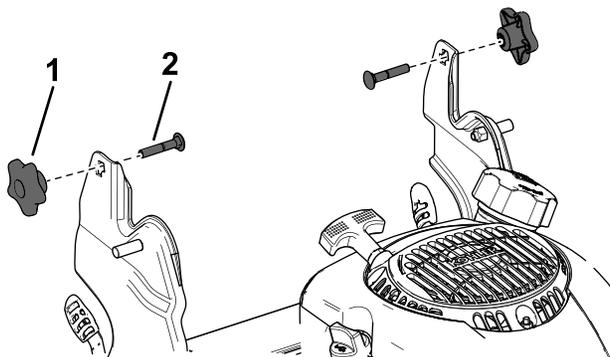

**Figura 24**
2. Piegate la stegola, ruotandola in avanti (Figura 24).